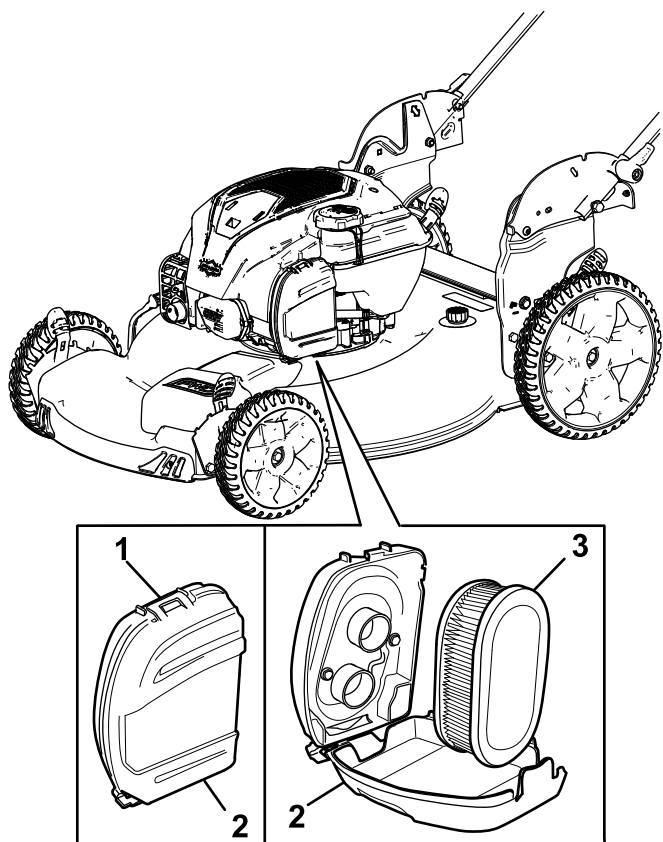

Figure 25
1. Déclipsez le haut du couvercle du filtre à air (Figure 25).
2. Déposez le filtre à air (Figure 25).